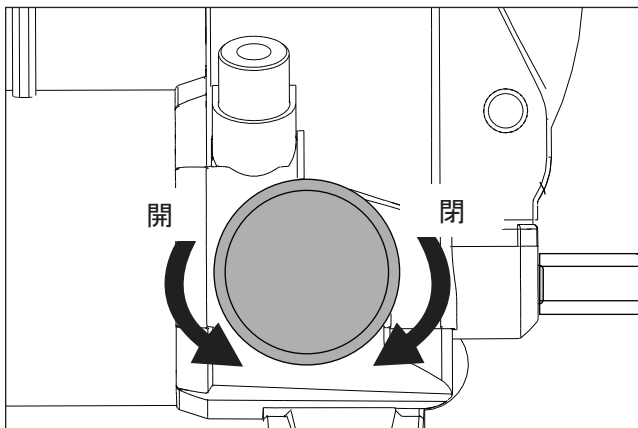

図8：リリース弁（P39-4-WAY P-84以外の全モデル）
1. リリース弁を閉じるには、ノブを停止するまで時計方向に回します。図8を参照してください。